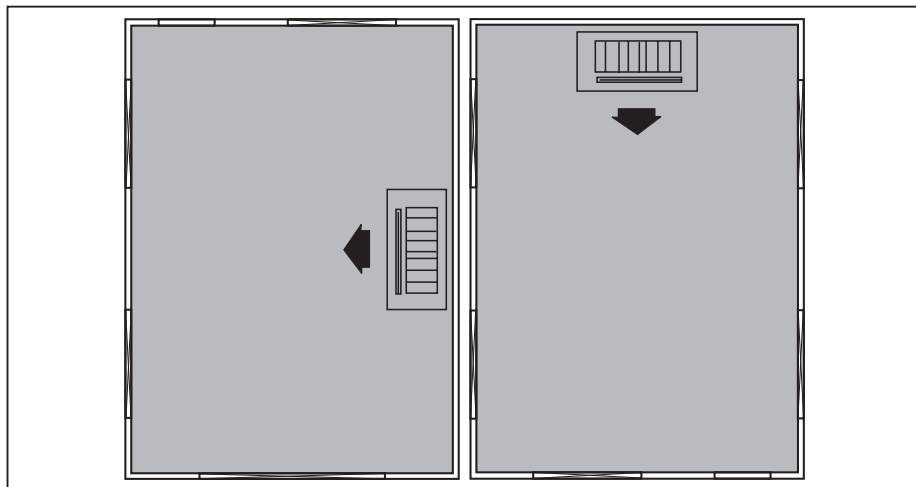

FIG. 13 - SAÍDA DE INSUFLAMENTO E POSIÇÃO DA UNIDADE EVAPORADORA NO AMBIENTE
- Procure instalar a unidade próxima a uma parede e em posição mais centralizada no ambiente (fig. 13), obtendo assim a melhor distribuição de ar; porém, caso haja necessidade, esta pode ser instalada em um dos cantos.